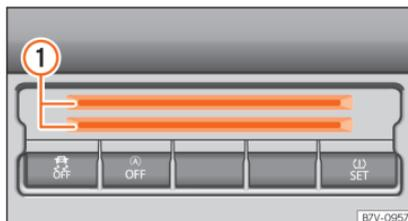

Abb. 184 In der unteren Mittelkonsole: Kartenhalter.
In der unteren Mittelkonsole können sich Kartenhalter »» **Abb. 184** ① zur Ablage von z. B. Münzen, Tankkarten, Parkscheinen oder Ähnlichem befinden.